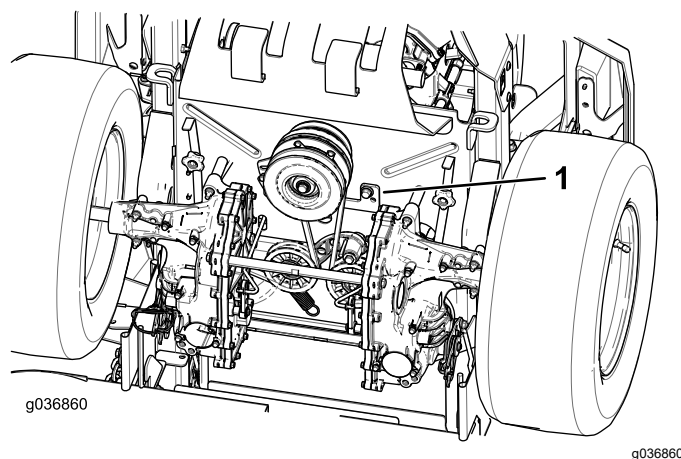

Figura 64
5. Retire el tope del embrague (Figura 64).
9. Instale el tope del embrague (Figura 64).